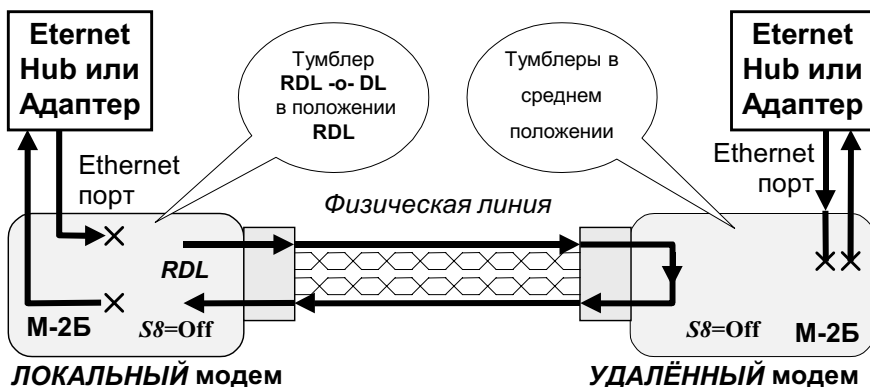

Рис. 9 Проверка *Удаленный шлейф (RDL)*
образованного с помощью двух однотипных модемов. Рис. 9 иллюстрирует принцип проверки *Удаленный шлейф (RDL)* для одного направления. Режим проверки *Удаленный шлейф (RDL)* предназначен для организации автономной проверки канала передачи данных с помощью встроенного анализатора – *BER*-тестера.
Для нормальной установки режима *Удаленный шлейф (RDL)* необходимо подключить модемы и установить микропереключатели в требуемое положение, а микропереключатель *S8 = Off*. Затем на одном модеме, назовем этот модем **ЛОКАЛЬНЫМ**, необходимо установить тумблер **RDL-o-DL** в положение **RDL**. На другом модеме, см.Рис. 9, назовём его **УДАЛЕННЫМ**, тумблеры должны находиться в среднем положении (рабочий режим).
1. **ЛОКАЛЬНЫЙ** модем, отключает Ethernet порт, затем переводит **УДАЛЕННЫЙ** модем в режим заворота данных в физическую линию, см.Рис. 9.